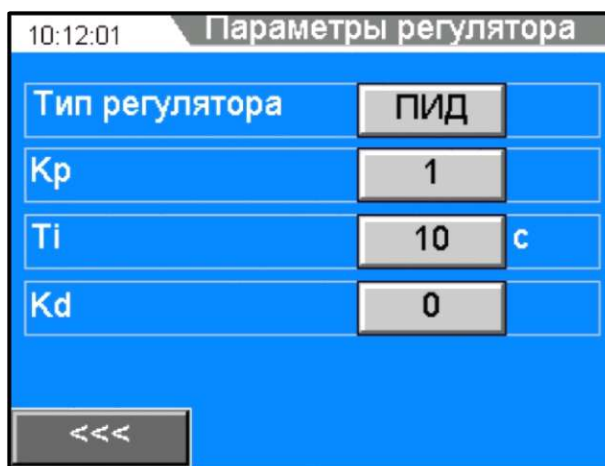

Рисунок 6 – Окно «Параметры регулятора» в ПЛК №1
10.12.122. В окне «параметры регулятора» расположены настройки ПИД-регулятора (смотрите рисунок 6):